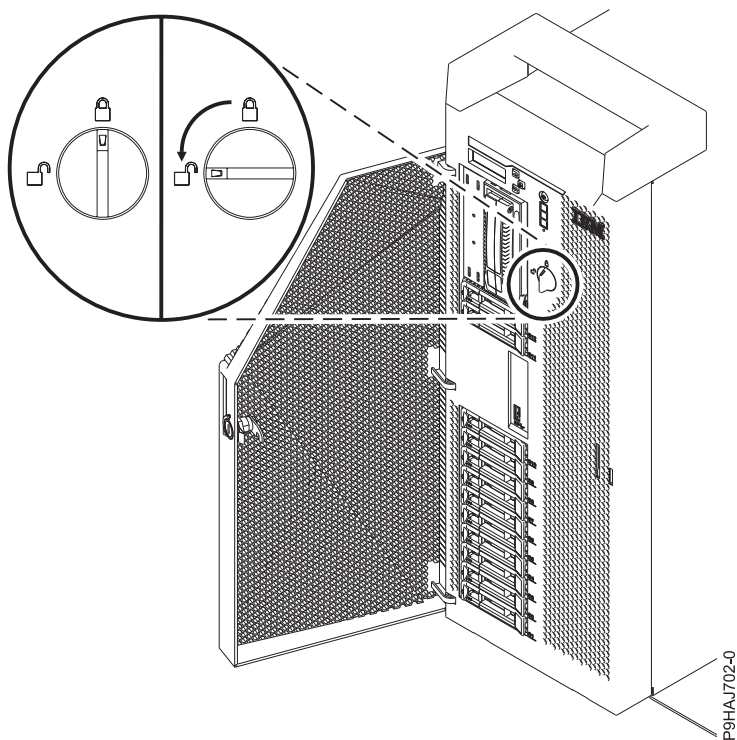

Figura 16. Obertura del pestell de la coberta frontal
3. Feu girar el pestell de la coberta (en el sentit contrari al de les agulles del rellotge) per tal de desbloquejar la coberta, com es mostra a la Figura 16 a la pàgina 35. La posició vertical és de bloqueig i la posició horitzontal és de desbloqueig.